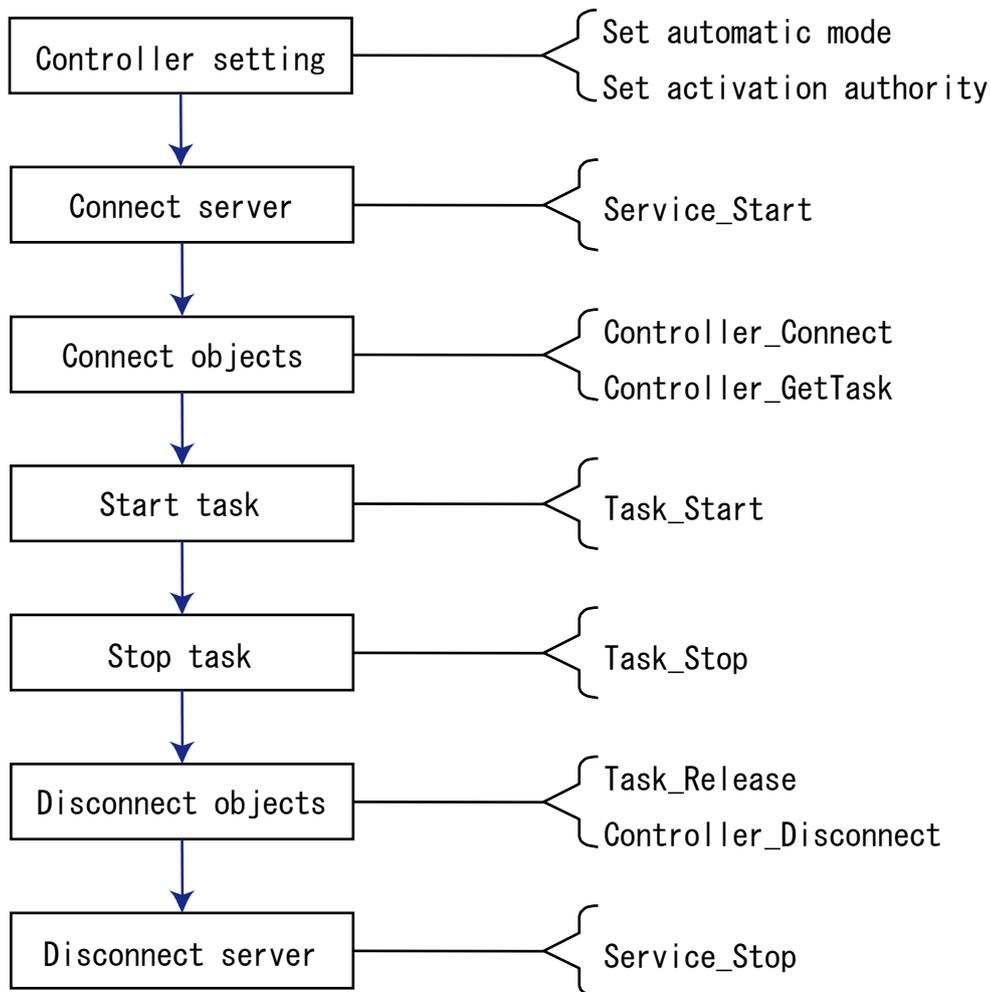

図 5-1 タスク制御の流れ
5. タスク制御を行うには、図 5-1 に示す処理を行います。タスクを起動するには、コントローラが自動モードになっている必要があります。またコントローラの起動権の設定をクライアント PC の IP に設定してください。詳しくは「2.安全上のご注意